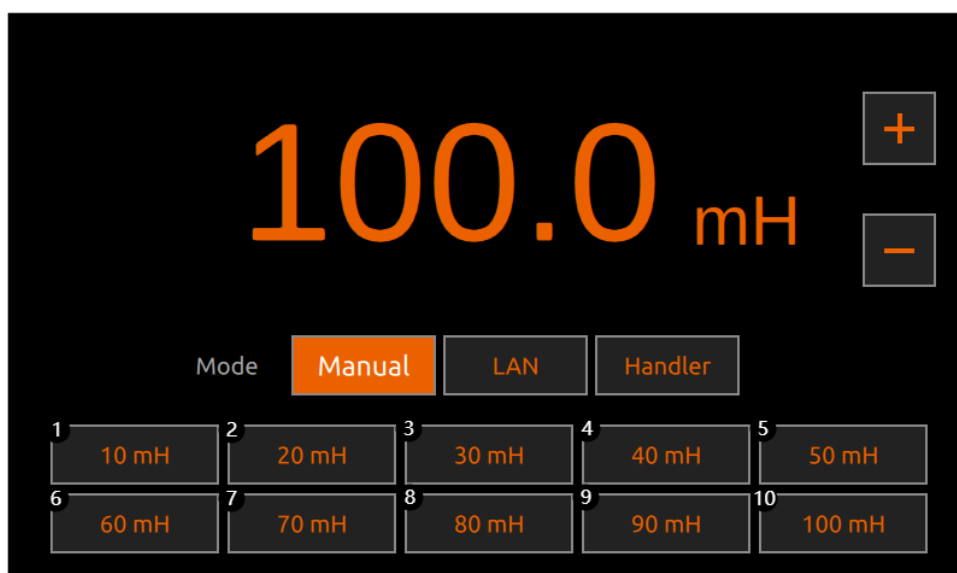
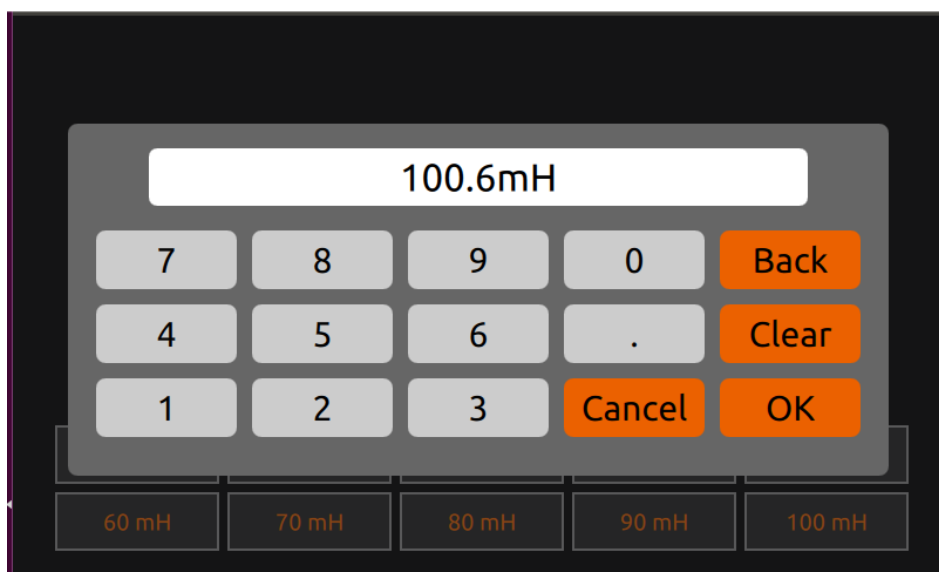

图 2-2
图 2-3
- 在手动模式下，可以通过点击当前电感值（如上图 2-2 点击 6mH 处屏幕区域），弹出数据输入框（如下图 2-3），修改输出电感值。也可通过点击下方快捷按钮所代表的常用电感值修改输出电感值。
- 快捷键所代表常用电感值可进行修改，长按 1-10 快捷键中某一值所代表的电感值区域（例如长按图 2-2 中 2 快捷键 20mH 处屏幕区域），弹出数据输入框（如图 2-3），修改常用电感值。